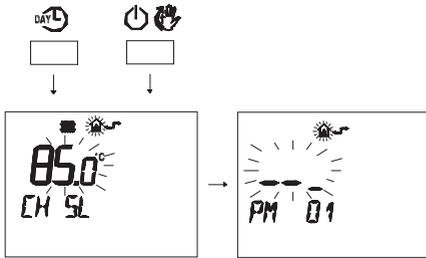

Figura 5.47
- Premere contemporaneamente i pulsanti **DAY** e **ON** per entrare nella programmazione trasparente (Figura 5.47).